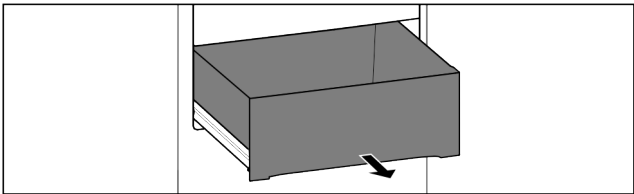

Fig. 56
- ☐ Il cassetto è completamente estratto (vedere Fig. 56).